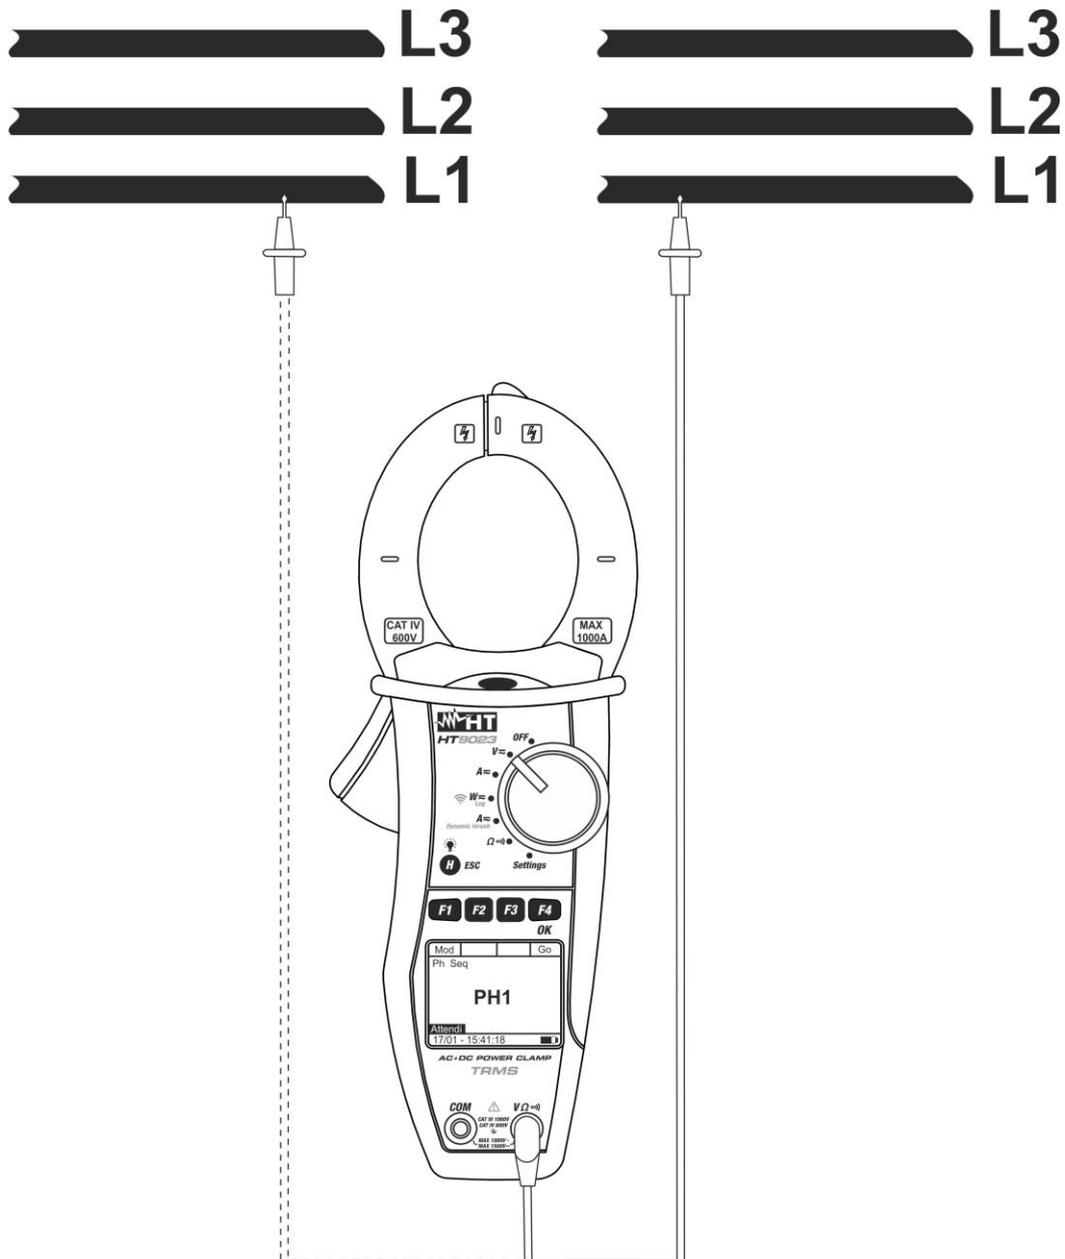

Fig. 8: Verificación de la concordancia de las fases
2. Inserte el cable rojo en el terminal de entrada  $V\Omega$ ) y posicione la punta **sobre la fase L1 de la primera terna de trifásicos** del circuito en examen (vea Fig. 8)
5. El instrumento muestra el mensaje "**PH2**" y espera la detección de la fase L1 de la segunda terna de trifásicos. Conecte la punta roja a la fase L1 de la segunda terna de trifásicos (vea Fig. 8)